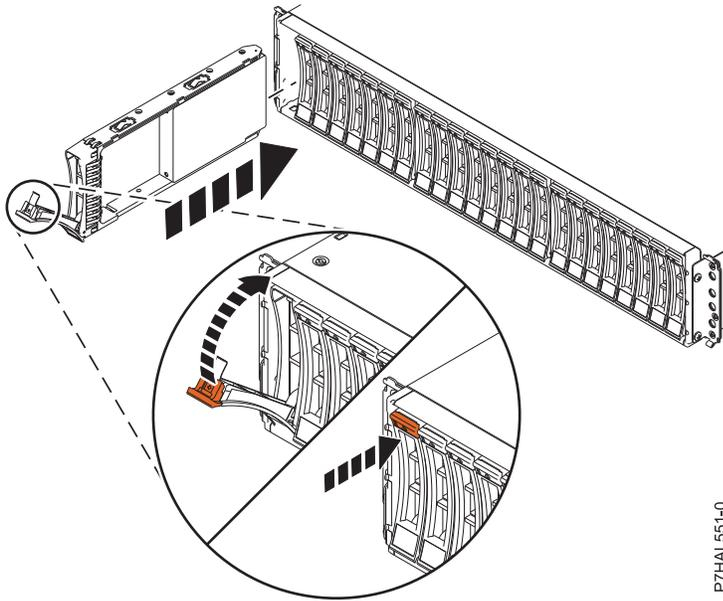

Abbildung 44. Plattenlaufwerk im Plattenlaufwerkgehäuse austauschen
3. Der Griff muss in der entriegelten Position stehen (siehe Abb. 44 auf Seite 49), während Sie das Laufwerk unten mit Ihrer Hand abstützen und an den Führungsschienen in der Erweiterungseinheit ausrichten.
8. Verriegeln Sie das Laufwerk, indem Sie den Griff (**A**) in die gezeigte Richtung drehen. Siehe Abb. 44 auf Seite 49.